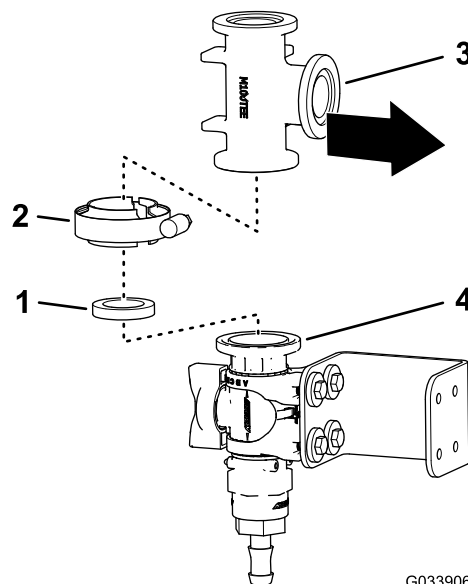
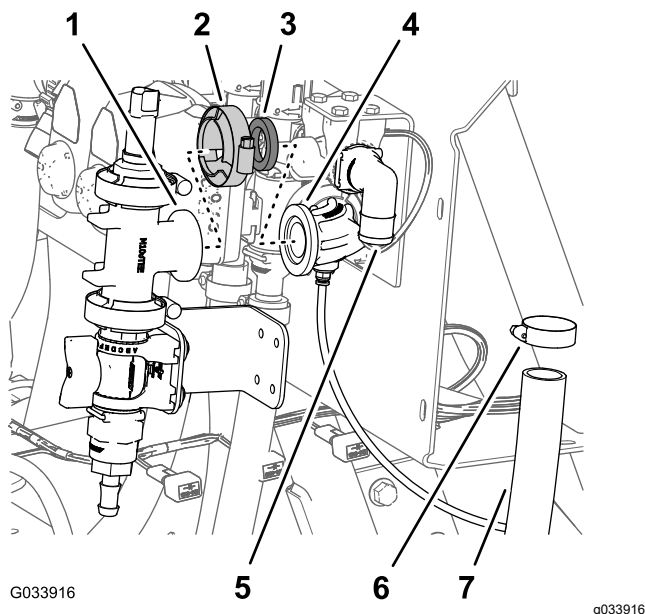
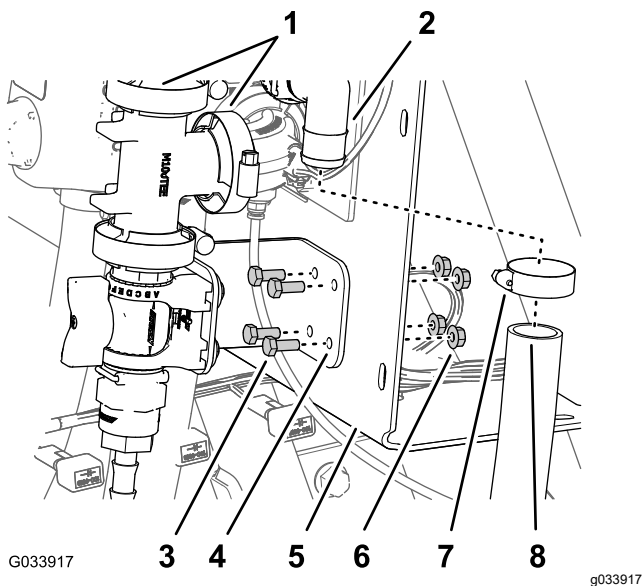

Figura 13
Figura 15
Figura 18
4. Alinee la brida del acoplamiento en T con la brida de la válvula de control, según se muestra en **Figura 13**.
5. Sujete provisionalmente el acoplamiento en T a la válvula de control con una junta y una brida de fijación (**Figura 13**).
- Alinee la brida del acoplamiento de T con la brida del acoplamiento de 90° con conector para el tubo del sensor (Figura 15).
- Ensamble provisionalmente el acoplamiento en T y el acoplamiento de 90° con una junta y una brida de fijación (Figura 15).
- Retire la abrazadera, la junta y el acoplamiento en T con brida, del codo de 90° con conector para el tubo del sensor (Figura 15).
- Alinee la brida del acoplamiento en T con la brida del acoplamiento de 90° con un conector para el tubo del sensor (Figura 18).
- Conecte sin apretar el acoplamiento en T y el acoplamiento de 90° con una junta y una abrazadera con bridas (Figura 18).
- Apriete a mano la abrazadera para bridas que fija la válvula de control y el acoplamiento en T (Figura 13) y la abrazadera para bridas que fija el acoplamiento en T al acoplamiento de 90° con un conector para el tubo del sensor (Figura 15 y Figura 18).